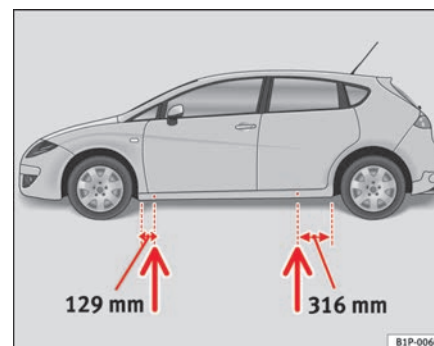

Fig. 156 Puntos de apoyo del gato
- Busque en el larguero inferior del vehículo el punto de apoyo mas cercano a la rueda pinchada ⇒ **página 245, fig. 156**
En el larguero inferior van marcados los lugares en los que se puede apoyar el gato ⇒ **página 245, fig. 156.** Se ha previsto un lugar para cada rueda. El gato no debe colocarse en otros lugares.